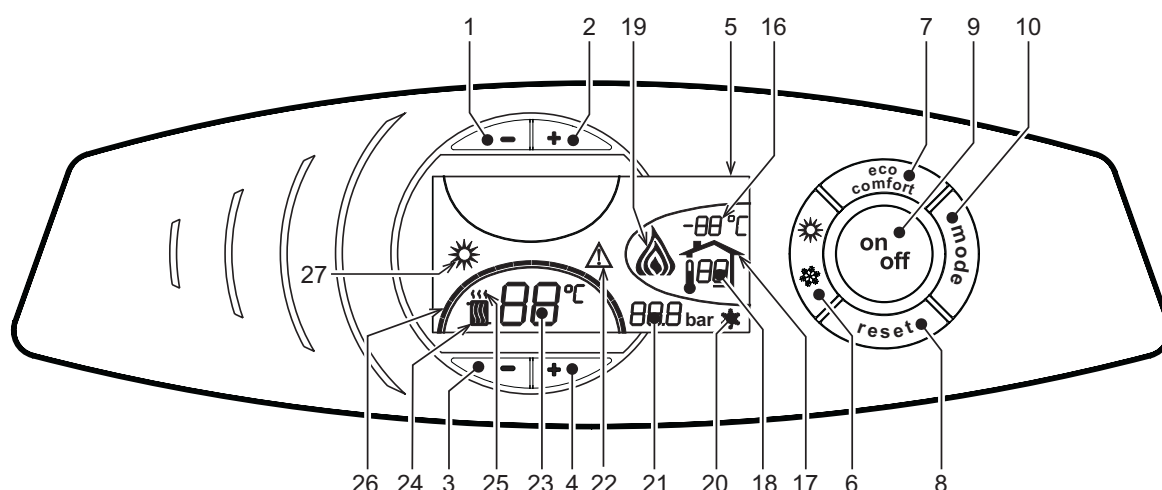
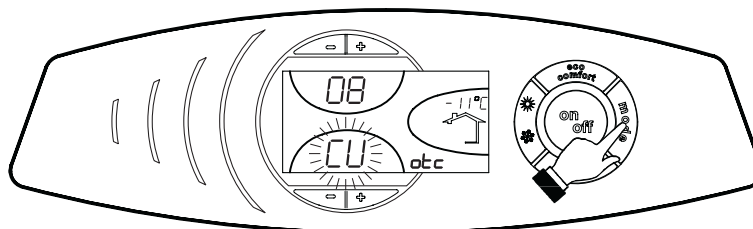
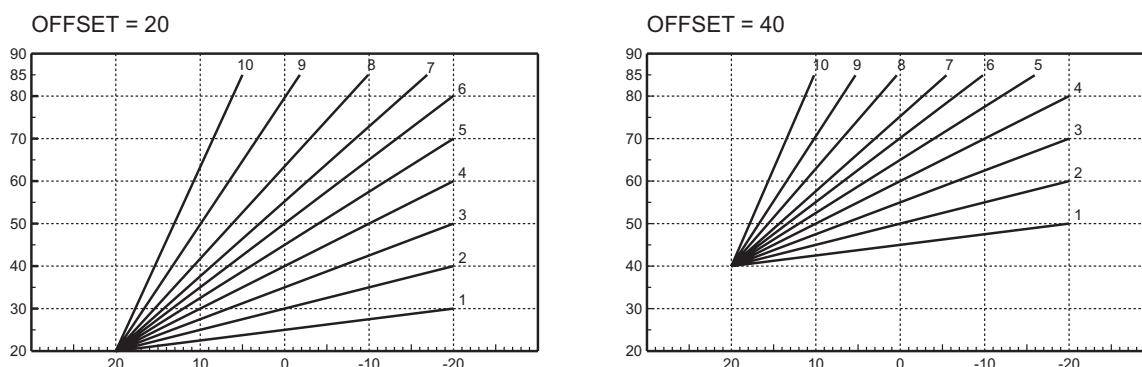

fig. 1 - Controlepaneel
fig. 10 - Kromming stooklijn
fig. 13 - Voorbeeld van parallelle verplaatsing van de compensatiecurven
Het verzoek om verwarming (door de Omgevingsthermostaat of de Timerafstandsbediening) wordt aangegeven met knippen van de warme lucht boven de radiator (detail 24 e 25 - fig. 1).
De streepjes die de verwarmingsgraad aangeven (detail 26 - fig. 1) gaan branden naarmate de temperatuur van de verwarmingsensor de ingestelde waarde dichterbij komt.
Druk 1 seconde op de toets  (detail 9 - fig. 1).
Druk weer 1 seconde op de toets  (detail 9 fig. 1) om de ketel weer aan te zetten.
- Druk op de toets ON/OFF (9 - fig. 1)
Druk 1 seconde op de toets  (detail 6 - fig. 1).
Op het display wordt het symbool Zomer (detail 27 - fig. 1) actief: de verwarmingsketel levert uitsluitend warm water. Het antivriessysteem blijft actief.
Druk weer 1 seconde op de toets  (detail 6 - fig. 1) om de modus Zomer te deactiveren.
Bedien de **verwarmingstoetsen** (detail 3 en 4 - fig. 1) om de temperatuur te variëren van minimaal 30 °C tot maximaal 90 °C; wij raden u in elk geval aan de verwarmingsketel niet onder de 45° te laten werken.
Bedien de **toetsen voor sanitair water** (detail 1 en 2 - fig. 1) om de temperatuur te variëren van minimaal 10°C tot maximaal 65°C.
Wanneer de externe temperatuursonde (optioneel) wordt geïnstalleerd, wordt op het display van het bedieningspaneel (detail 5 - fig. 1) de werkelijke, door de sonde gemeten buitentemperatuur weergegeven. Het regelsysteem van de verwarmingsketel werkt met "Weersafhankelijke Temperatuur". In deze mode wordt de temperatuur van de verwarmingsinstallatie gereguleerd overeenkomstig de externe weersomstandigheden, zodat gedurende het hele jaar verhoogd comfort en energiebesparing wordt gegarandeerd. Namelijk bij toename van de buitentemperatuur wordt de uitgangstemperatuur van de installatie volgens een vastgestelde "compensatiecurve" verlaagd.
Bij regeling met Weersafhankelijke temperatuur wordt de temperatuur die ingesteld is met de **verwarmingstoetsen** (detail 3 en 4 - fig. 1) de maximum uitgangstemperatuur van de installatie. Aanbevolen wordt om de maximumwaarde in te stellen, zodat het systeem bij het regelen gebruik kan maken van het gehele functioneringsbereik.
Door eenmaal op de **toets mode** (detail 10 - fig. 1) te drukken wordt de actuele compensatiecurve (fig. 10) weergegeven, die gewijzigd kan worden met de **toetsen voor sanitair water** (detail 1 en 2 - fig. 1).
Door te drukken op de **verwarmingstoetsen** (detail 3 en 4 - fig. 1) wordt er toegang verkregen tot parallel verplaatsing van de curven (fig. 13), die gewijzigd kan worden met de **toetsen sanitair water** (detail 1 en 2 - fig. 1).
Door nogmaals te drukken op de **toets mode** (detail 10 - fig. 1) wordt de modus voor parallel verplaatsen van de curven afgesloten.
Is de verwarmingsketel aangesloten op een Timerafstandsbediening (optioneel), dan worden de bovengenoemde afstellingen uitgevoerd volgens hetgeen vermeld staat in tabella 1. Bovendien wordt op het display van het bedieningspaneel (detail 5 - fig. 1) de momentane, door de Timerafstandsbediening gemeten omgevingstemperatuur weergegeven.
Keuze Eco/Comfort	Bij uitschakeling van de functie Sanitair in het menu van de Timerafstandsbediening gaat de verwarmingsketel over naar de modus Economy. In dit geval is toets 7 - fig. 1 op het bedieningspaneel van de verwarmingsketel uitgeschakeld.
Bij inschakeling van de functie Sanitair in het menu Timerafstandsbediening gaat de verwarmingsketel over naar de modus Comfort. In dit geval kan met de toets 7 - fig. 1 op het bedieningspaneel van de verwarmingsketel een van beide functies gekozen worden.